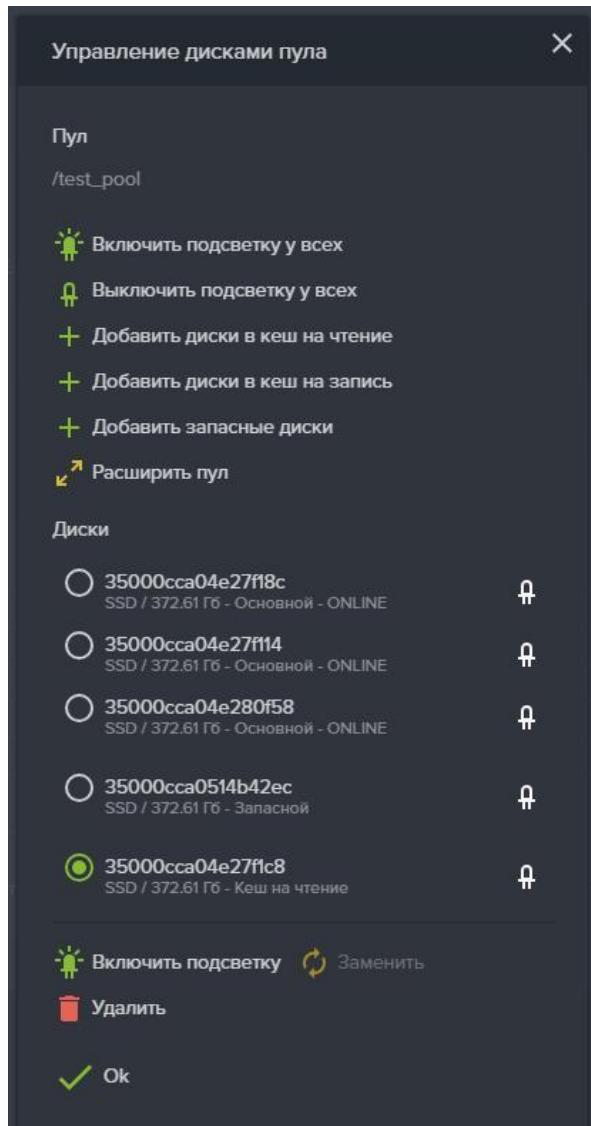

Рисунок 40 – Удаление из пула кэша на чтение
3. Нажмите на кнопку «Управление дисками», откроется окно управления дисками пула (см. Рисунок 40).